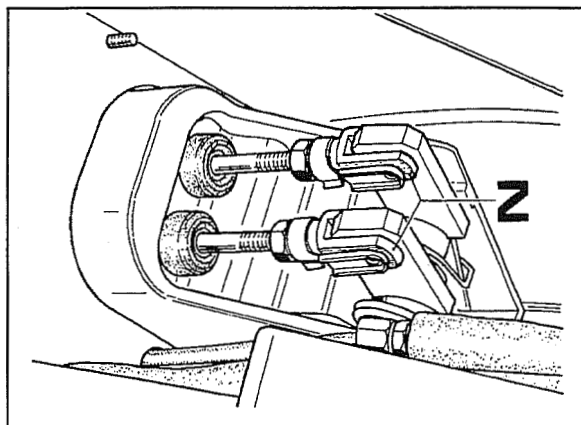

Fig. 7
- d. Desligar os comandos das bombas dos mecanismos através dos garfos **Z** fig.7 e a seguir do lado oposto, desatarraxar os parafusos que fixam as bombas ao chassis.
- Ligar os comandos das bombas aos relativos mecanismos através dos garfos **Z** fig.7 regulando as mesmas de modo que os comandos não exerçam nenhuma acção nos mecanismos.